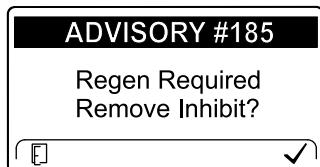

Bild 34
**Hinweis:** Wenn Sie im InfoCenter das Verhindern der Zurücksetzen-Regenerierung eingestellt haben, wird ADVISORY#185 (Bild 34) alle 15 Minuten im